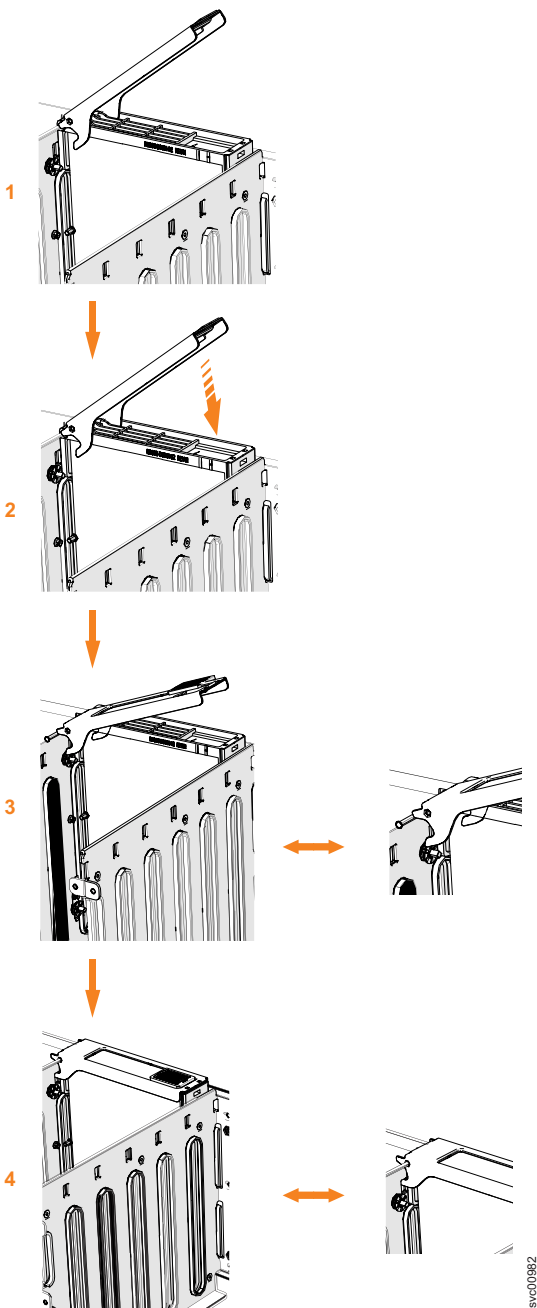

Figura 85. Sustitución de la unidad
6. Asegúrese de que el asa de la unidad (**1** en Figura 85 en la página 94) del conjunto de unidad está en la posición abierta (desbloqueada).
8. Empuje con cuidado la unidad hasta que se detenga y la parte inferior del mecanismo de cierre esté alineada con la parte superior de la partición. Compruebe que el tirador no tenga una abertura superior a los 45 grados con respecto a la portadora de la unidad. (**2** en Figura 85 en la página 94).
9. Gire el asa hacia abajo para bloquear el conjunto de unidad en el chasis (**3** en Figura 85).
11. Asegúrese de que la punta superior del pestillo está también totalmente engranada (**4** en Figura 85 en la página 94).